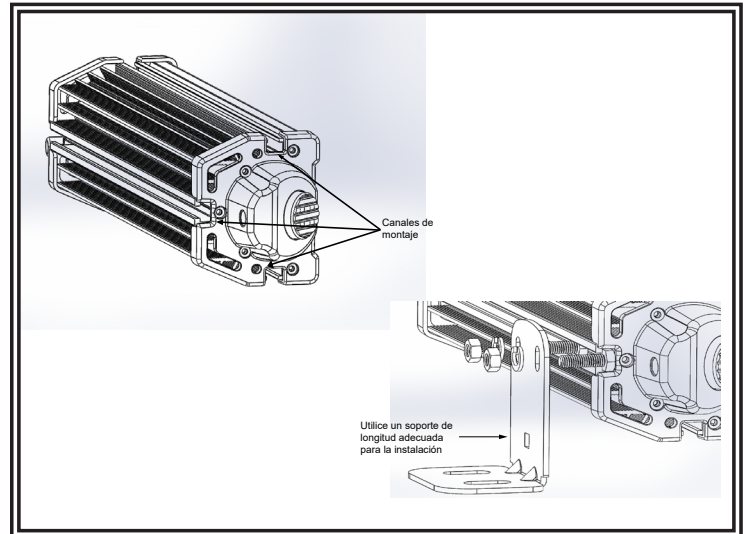

Figura 1
1. Inserte el pernos de cabeza hexagonal en el canal que mejor se adapte a la posición en la que se montará el producto y monte sin apretar el soporte en la luz como se muestra en la Figura 1.